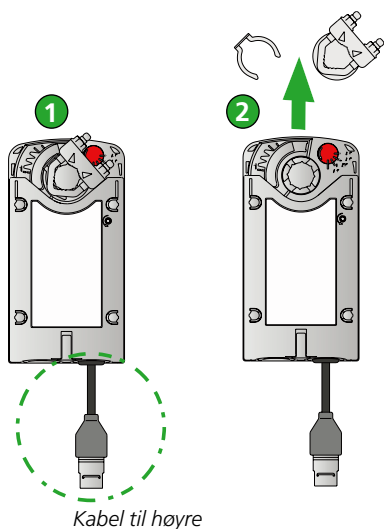

Figur 27. Spjeldbladets modus "Normally closed".
3. Pass på at spjeldbladets posisjon er riktig, se figur 27 eller 28. OBS! På sirkulært spjeld er akselklemmen alltid montert i retningen som vises på bildet.